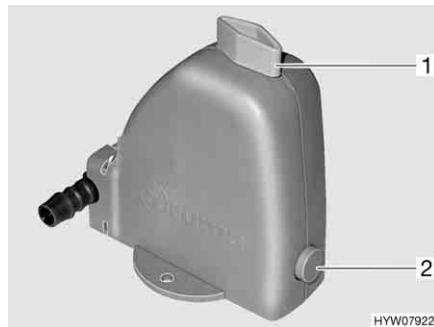

Bild 146 Sicherheits-/Ablassventil des Boilers
Der Boiler ist mit einem Sicherheits-/Ablassventil (Bild 146) ausgestattet. Das Sicherheits-/Ablassventil verhindert, dass das Wasser im Boiler einfriert, wenn bei Frost die Heizung nicht eingeschaltet ist.
- Sicherheits-/Ablassventil schließen. Dazu den Drehknopf (Bild 146,1) quer zum Sicherheits-/Ablassventil drehen und den Druckknopf (Bild 146,2) hineindrücken.
- Sicherheits-/Ablassventil öffnen. Dazu den Drehknopf (Bild 146,1) längs zum Sicherheits-/Ablassventil drehen. Der Druckknopf (Bild 146,2) springt heraus. Der Boiler wird über das Sicherheits-/Ablassventil nach außen entleert.